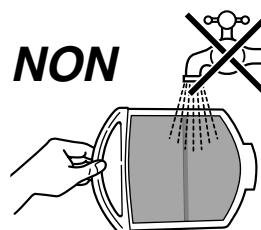

Fig. 13
*Il ne doit surtout pas être passé sous l'eau (Fig. 13).*